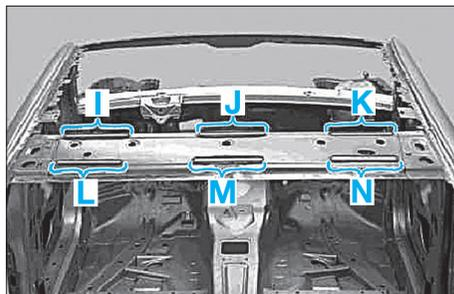

FIG. 125
- Appliquer un produit d'étanchéité (de type colle à pare-brise) sur les traverses de pavillon zone (I), (J), (K), (L), (M) et (N) (Fig.125).